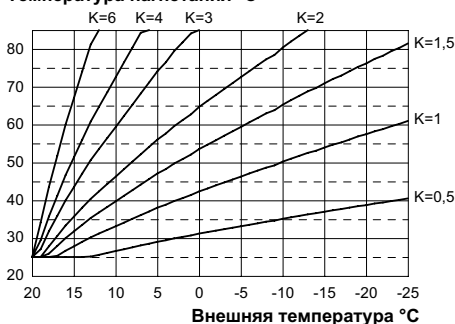
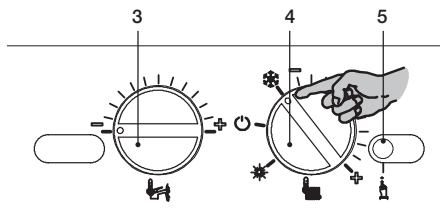
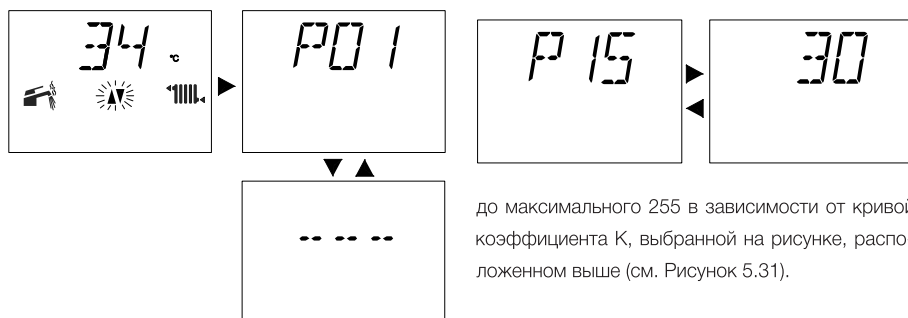
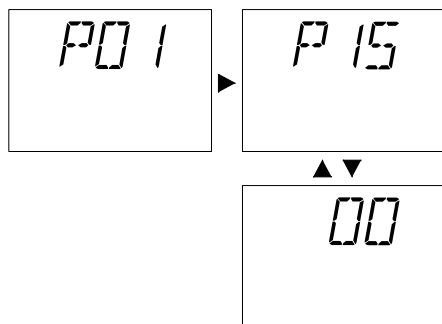

Рисунок 5.26
Рисунок 5.27
Рисунок 5.29
Рисунок 5.30
При подключении внешнего датчика с целью оптимизации температуры отопления данный параметр необходимо настроить с учетом производительности системы (Рисунок 5.26).
необходимо установить коэффициент К на 1,5 (пунктирная линия, см. Рисунок 5.26).
- Установите регуляторы 3 и 4 так, как показано на следующем рисунке (см. Рисунок 5.27).
- Чтобы настроить коэффициент К (см. Рисунок 5.26), войдите в режим программирования, нажав и удерживая в течение 15 с кнопку сброса 5 (Рисунок 5.27), пока на ЖК-дисплее не появится параметр P01. На ЖК-дисплее последовательно отобразятся следующие символы (параметр P01.будет загораться поочередно. Рис. 5.29
- Нажмите кнопку сброса (Рисунок 5.27) и пролистайте параметры, пока не дойде те до параметра P15, предназначенного для настройки коэффициента K. На ЖК- дисплее последовательно отобразятся следующие символы (параметр P15 будет загораться поочередно с 00), см. рис. 5.30